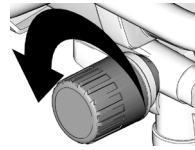
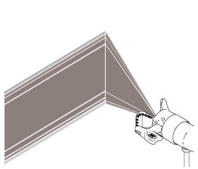

Abb. 4
Abb. 5
4. Den Materialdruck senken (Abb. 4), bis im Spritzbild „Streifen“ sichtbar werden (Abb. 5).